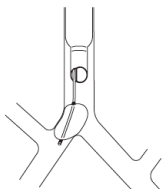

Fig.8
- 1) & 2) Ovennevnte kan tilskrives at blokkeringsmansjetten har forskjøvet seg inn i lumen i luftrøret (herniasjon), og innsnevrer det (Fig. 8).
- Hvis et slikt brokk som beskrevet i Fig. 8 forekommer, kan hypoksemi løses ved bare å tømme mansjetten.